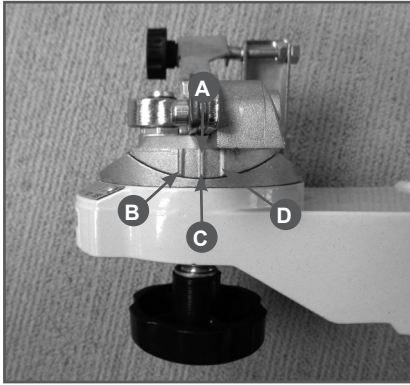

Рис. 14 Поворотный суппорт (вид справа)
4. Если для данной пильной цепи угол поперечного наклона для заточки составляет 10° , угол поперечного наклона устанавливается поворотом подвижной части суппорта на его основании (Рис. 14).